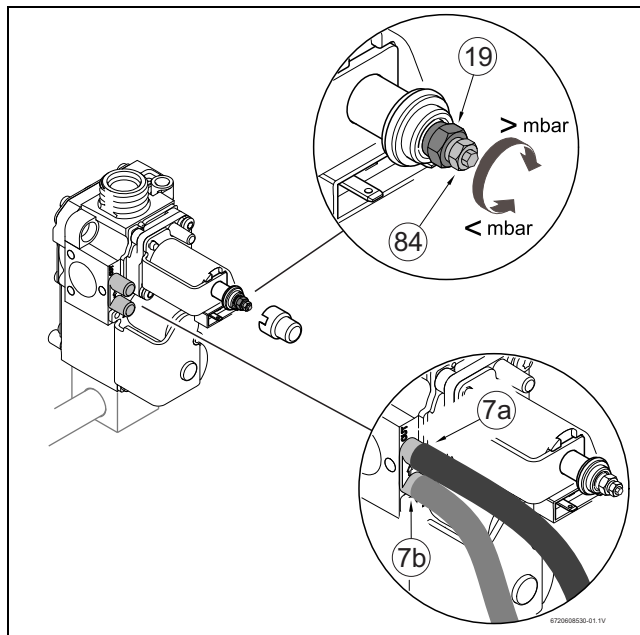

Fig. 25 Cuerpo de gas
- ▶ Desmontar la cubierta del tornillo de ajuste del gas (19) (Fig. 25).
- ▶ Tratándose de gas natural: ajustar el consumo MAX con el tornillo de ajuste (19) (Tab. 10).